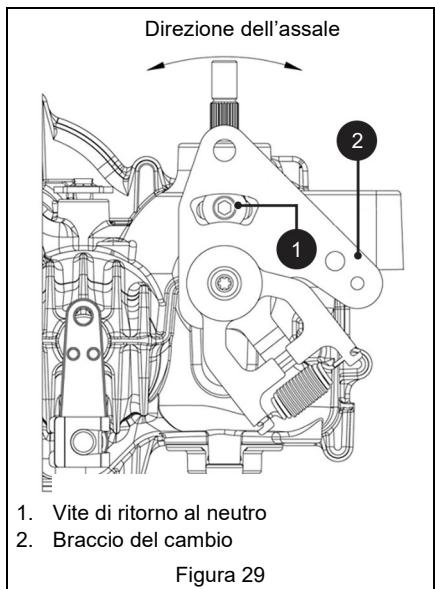

Figura 29
- Ruotare lentamente il braccio del cambio nel senso opposto della rotazione del mozzo finché il mozzo non si arresta. Vedere Figura 29.